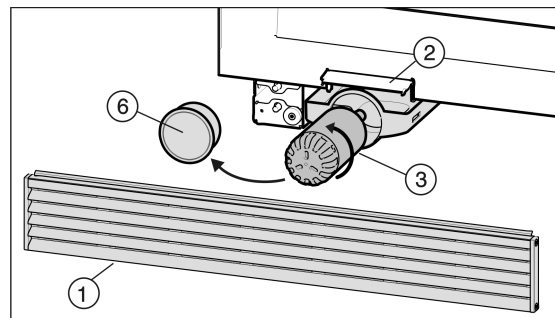

Fig. 6
- ▶ Sujete la rejilla de aire Fig. 6 (1) por la parte superior y retírela hacia delante.
- ▶ Abra la tapa de cambio de filtro Fig. 6 (2).
- ▶ Extraiga el filtro de agua Fig. 6 (3).
- ▶ Retire la tapa del filtro Fig. 6 (6).
- ▶ Gire el filtro de agua Fig. 6 (3) unos 100° en el sentido contrario a las agujas del reloj y retírelo.